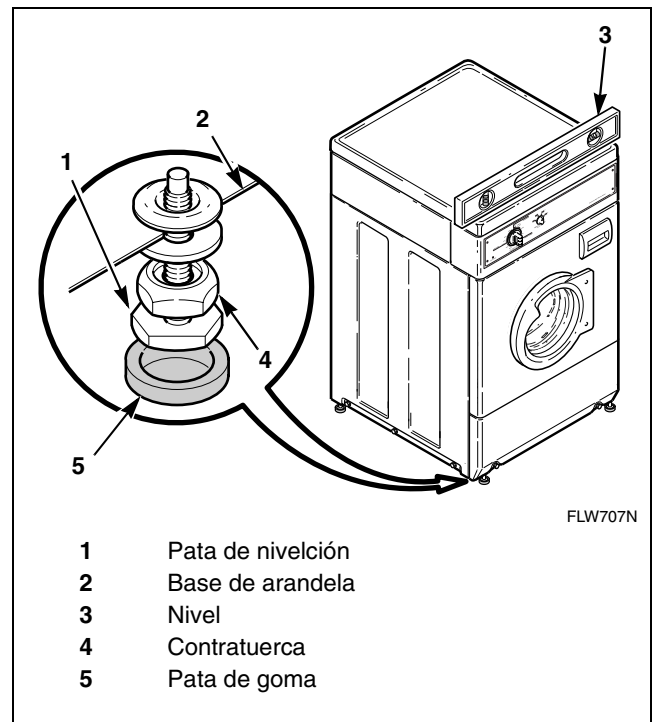

Figura 10
**NOTA: El nivel deberá colocarse sobre la posición elevada del panel superior. Consulte la Figura 10.**